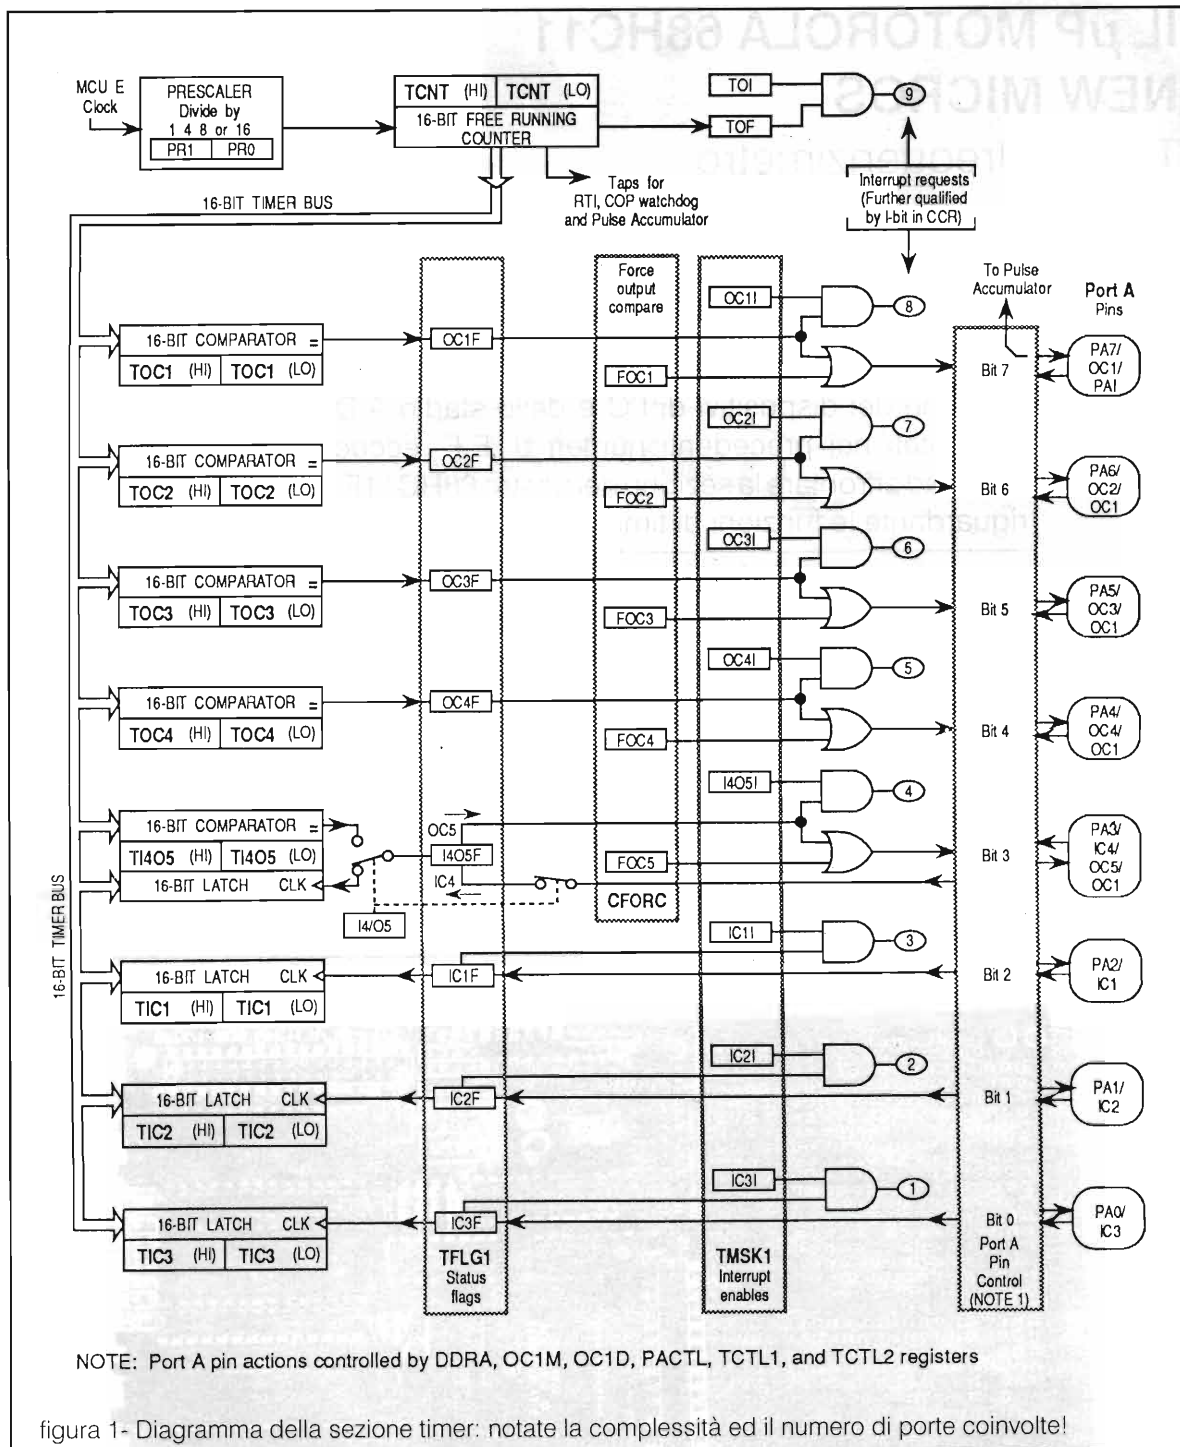

figura 1- Diagramma della sezione timer: note la complessità ed il numero di porte coinvolte!
- Relativamente a questa sezione (figura 1),